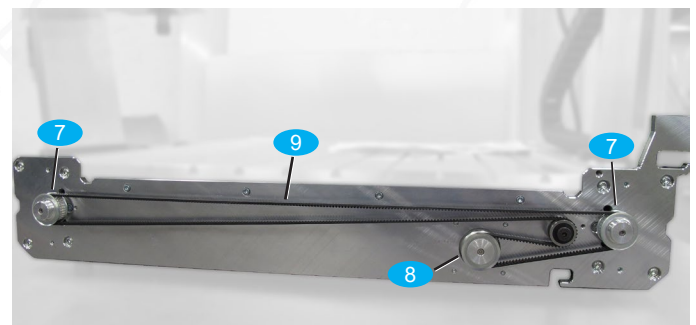

Bild 24: Aufbau des Zahnriemenantriebes
- Legen Sie den Zahnriemen **9** auf, wie in Bild 24 gezeigt.